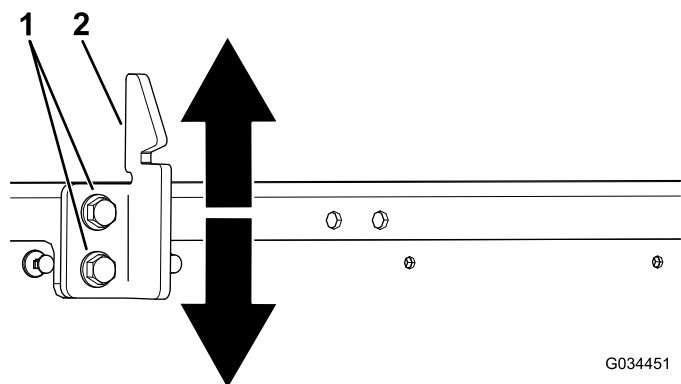

図 63
3. 荷台のラッチストライカのボルト2本をゆるめて、ストライカの上下位置を調整する 図 63。
4. ラッチストライカのボルト2本を締め付ける 図 63。